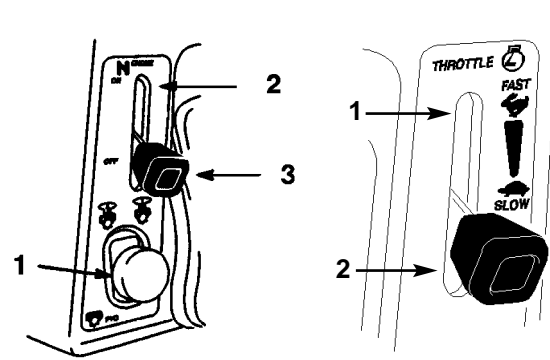

Bild 4
4. Den Chokehebel auf "ON" [EIN] stellen (Bild 4).